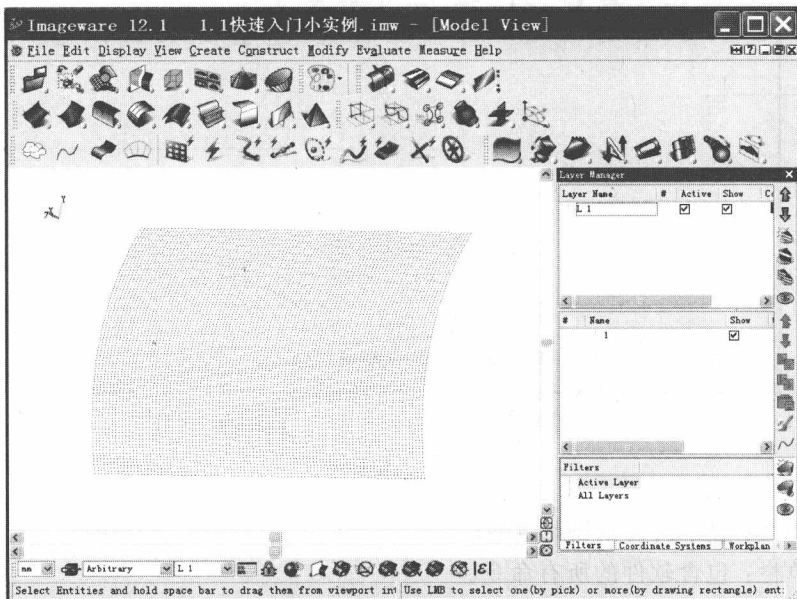

图 1.3
(1) 选择 File→Open,打开光盘文件“1-1 快速入门小实例 1”,在工具条上选择层管理器,如图 1.3 所示,该点云是一个去除了杂点的规则点云,所在图层名称为 L1,点云名称为“1”,用户可以通过右击来修改名称。